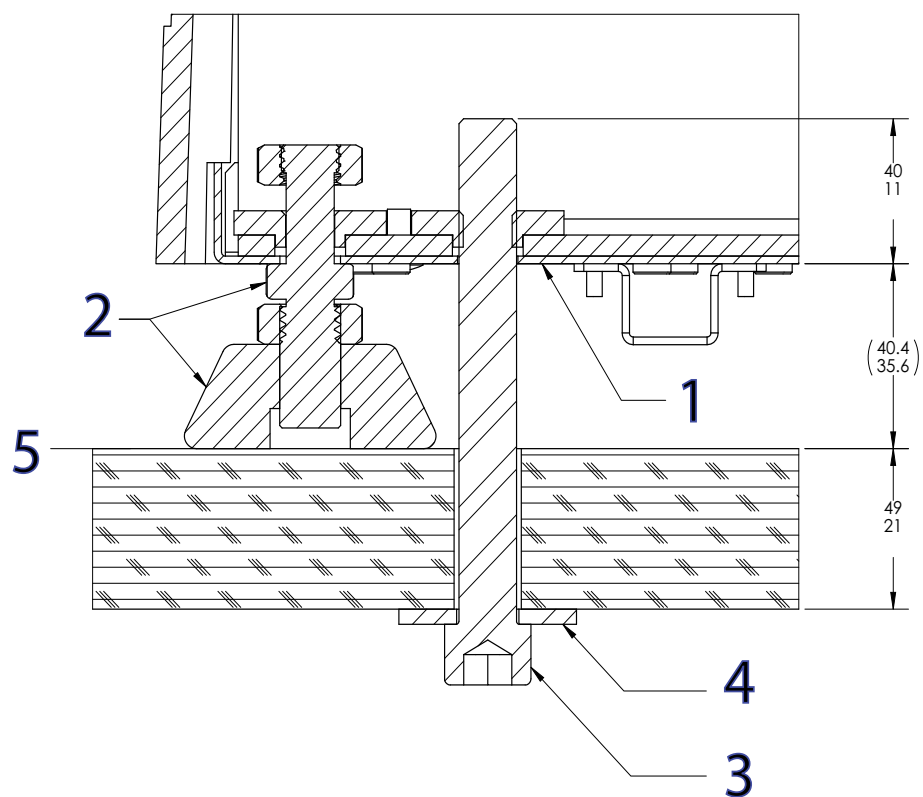

Figura 13. Fissare il telaio al tavolo
Legenda per Figura 13
3. Installare ogni bullone e rondella sovradimensionata come mostrato nella Figura 13 a pagina 62.